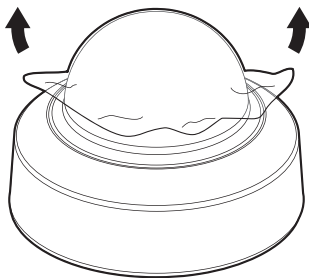

Figura 3. Removendo a folha de proteção
1. Retire a folha de proteção da tampa superior (consulte Figura 3).